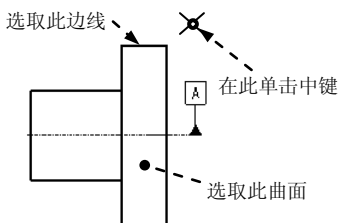

图 5.6.26 定义公差参照（一）
Step3. 定义放置参照。选取图 5.6.26 所示曲面为公差参照，在系统  的提示下，选取图 5.6.26 所示的边线为放置位置参照。